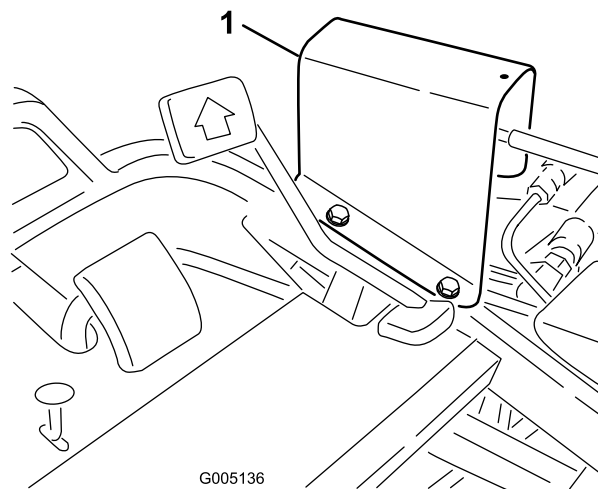

Figure 43
1. Placez les tiroirs 1, 2 et 3 au point mort (mi-course) et déposez le capot de protection de la tige de transfert sur le panneau avant (Figure 43).